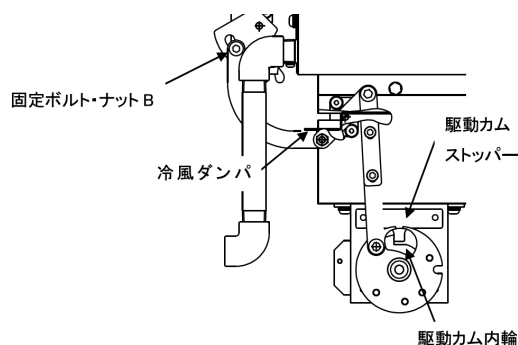

図 9-4
- ・ 電源を ON すると、ダンパーモーターがモーター側から見て反時計方向(ギヤモーター正転)に回り、駆動カム内輪が駆動カムストッパーに当たって停止していることを確認し、元電源を OFF してください。(図 9-4)